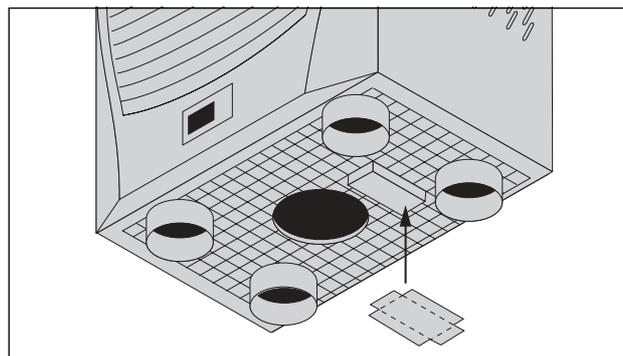

Fig. 8: Applicazione della guarnizione supplementare per la vaschetta di raccolta condensa
- Incollare la guarnizione supplementare fornita in dotazione sotto la vaschetta di raccolta della condensa (confronta Fig. 8). Piegare verso l'alto la guarnizione nei punti prefornati e applicarla saldamente.